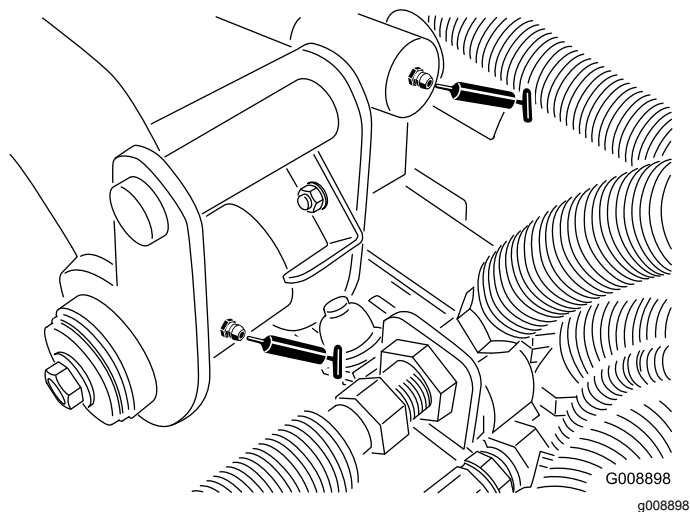

Рисунок 64
- Гидроцилиндр поворота и подъема заднего подъемного рычага (2 штуцера – Рисунок 64)